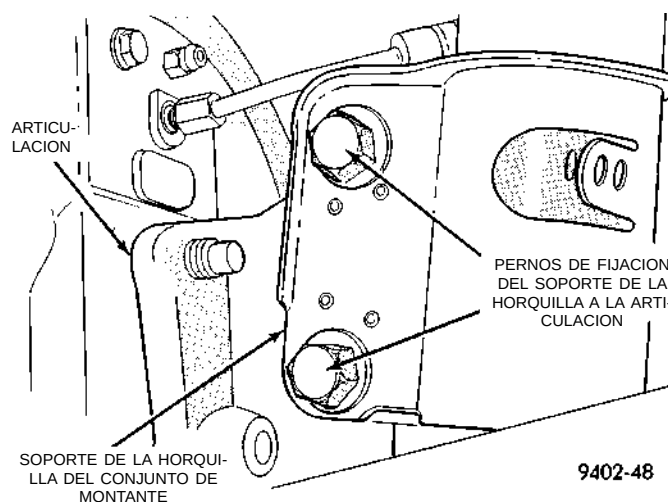

Fig. 5 Pernos de la articulación al soporte de la horquilla
(5) Retire los 2 pernos del soporte de la horquilla (Fig. 5) que fijan el conjunto del montante a la articulación trasera de la dirección.
(4) Instale el conjunto de la articulación en el soporte de la horquilla del conjunto del montante. Instale los dos pernos y tuercas de fijación del soporte de la horquilla al conjunto de la articulación (Fig. 5). Apriete ambas tuercas del soporte de la hor-